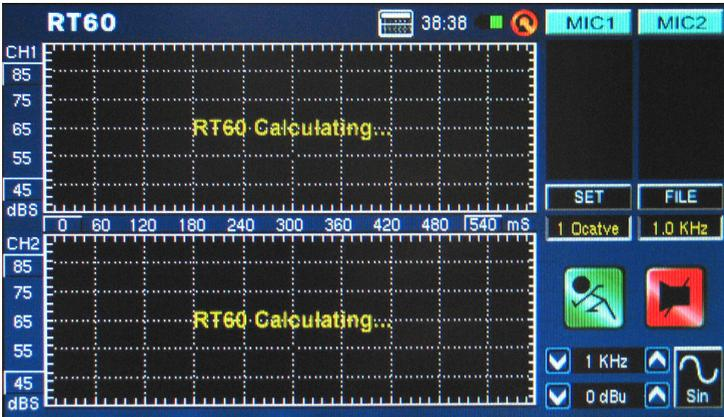
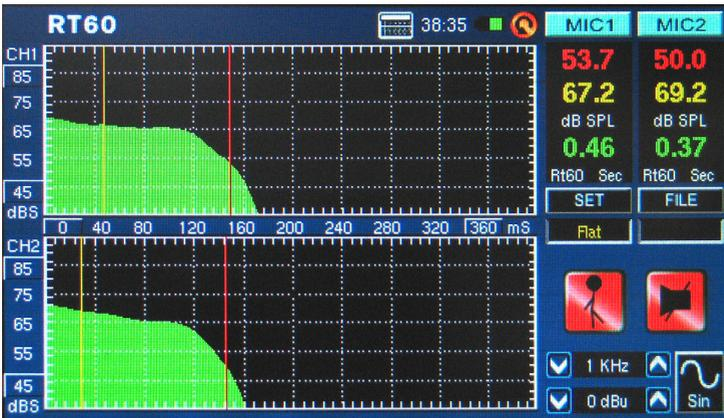

图 40
图 41
7. 测量完成后，RT60测量图示结果将显现于屏幕上(图40和图41)。